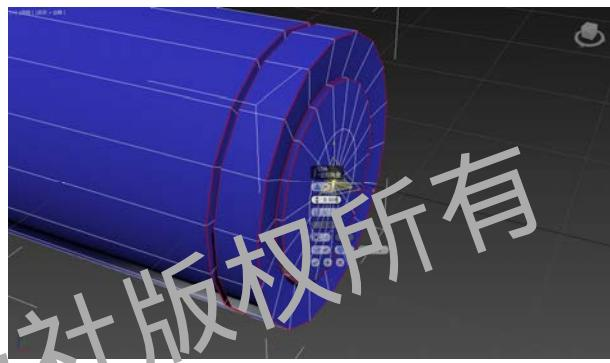

图 3-1-16 切角
**STEP 16** 右击，在弹出的快捷菜单中单击【切角】命令左侧的按钮，设置【切角-边切角量】为【0.019】，单击【确定】按钮，如图 3-1-16 所示。